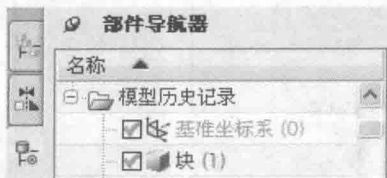

图 1-8 部件导航器
3) 部件导航器：用于列出一个实体文件所有特征，并可直接从中选取特征进行编辑，或改变特征创建顺序，如图 1-8 所示。